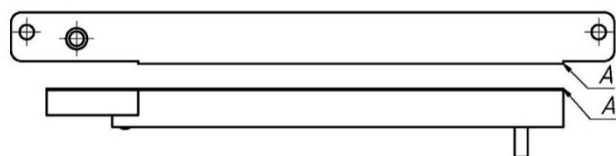

Рисунок 4
- 4.4 Корпус замка (1) крепится на дверную коробку напротив якорной пластины. Для обеспечения эксплуатационных характеристик рабочие поверхности корпусной части и якорной пластины должны плотно прилегать друг к другу при закрывании двери.
- ВНИМАНИЕ!** При монтаже замка правильное положение якорной части относительно корпуса обеспечивается при совмещении кромок А (рисунок 4).